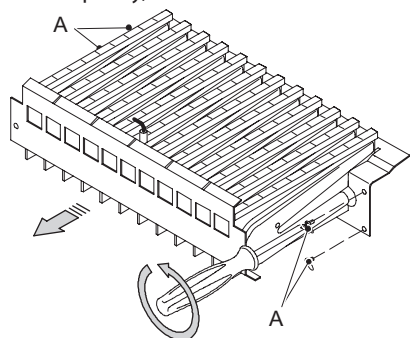

Рис. 8.1
- Снимите переднюю панель камеры сгорания и горелку, см. Рис. 8.1.
- Установите на место горелку (Рис. 8.1), переднюю панель камеры сгорания и панель герметичной камеры.